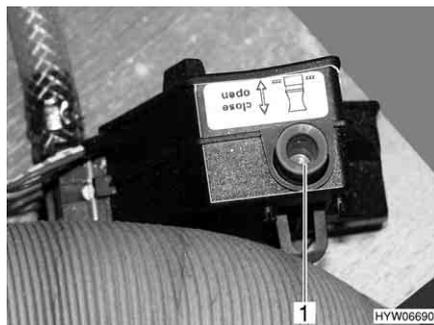

Fig. 41 Valvola di sicurezza/di scarico del boiler
- ▷ La valvola di sicurezza/di scarico (Fig. 41) non protegge dal gelo la pompa dell'acqua e le rubinetterie dell'acqua.
Il boiler è dotato di una valvola di sicurezza/di scarico (Fig. 41). La valvola di sicurezza/di scarico impedisce che l'acqua congeli nel boiler in presenza di basse temperature esterne, quando il riscaldamento dell'autocaravan non è acceso.
- Chiudere la valvola di sicurezza/di scarico (Fig. 41). A tal fine tirare verso l'alto la presa dell'interruttore a scatto (Fig. 41,1).
- Aprire la valvola di sicurezza/di scarico (Fig. 41). A tal fine premere verso il basso l'interruttore a scatto (Fig. 41,1). Il boiler viene svuotato verso l'esterno tramite la valvola di sicurezza/di scarico.